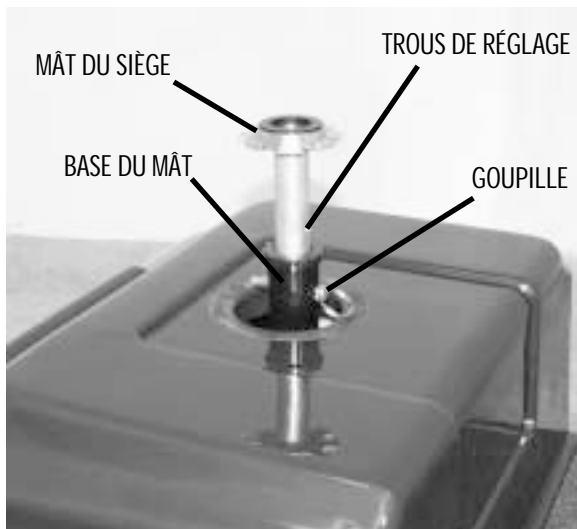

FIG. 10 RÉGLAGE DE LA HAUTEUR DU SIÈGE
Le siège possède 3 niveaux de réglage. Vous pouvez allonger ou raccourcir le mât du siège en retirant la cheville située dans le mât. Voir Figure 10.
11. Déposez le capot de la section arrière en enfilant le mât du siège dans l'ouverture du capot. (Voir figure 10.)
12. Installez le siège en déposant le pivot sous le siège dans l'extrémité du mât de siège. (Voir figure 10.)